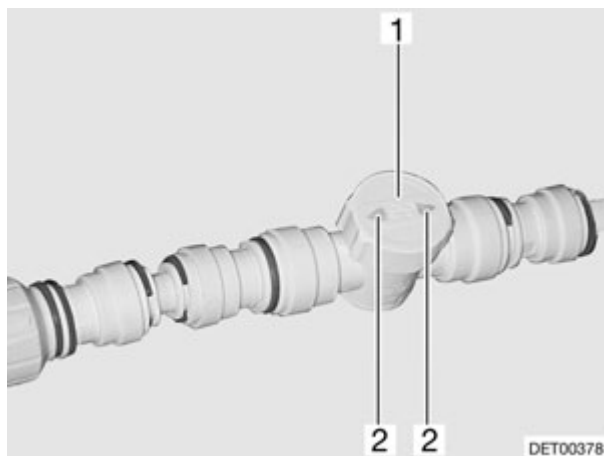

Fig. 103 Régulateur chauffage du plancher/ chauffage pour le réservoir d'eaux usées
Le régulateur (Fig. 103,1) pour le chauffage du plancher est installé sur la partie droite du véhicule, à peu près à la hauteur de l'essieu. Le régulateur pour le chauffage du réservoir d'eaux usées est installé au niveau du réservoir d'eaux usées dans l'habitacle du véhicule.
- Régler le régulateur (Fig. 103,1) sur la puissance de débit souhaitée (débit max. = flèches (Fig. 103,2) dans le sens de la conduite).
- Tourner le régulateur (Fig. 103,1) jusqu'à ce que les flèches (Fig. 103,2) soient perpendiculaires au câble de chauffage.